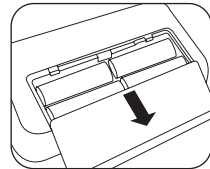

Abb. 1
- Öffnen Sie die Batterieabdeckung auf der Geräteunterseite (siehe Abb. 1). Setzen Sie die Batterien (siehe Kapitel 13) ein. Achten Sie dabei auf die richtige Polarität („+“ und „-“) beim Einlegen. Schließen Sie den Batteriedeckel wieder. Das Gerät schaltet automatisch in die Datum-/ Zeitfunktion und bei der ersten Anwendung wird die Zahl „31“ als Tag und die Zahl „12“ als Monat im Display angezeigt. Das eingestellte Datum ist somit der 31. Dezember. Stellen Sie nun, wie untenstehend beschrieben, Datum und Uhrzeit ein.